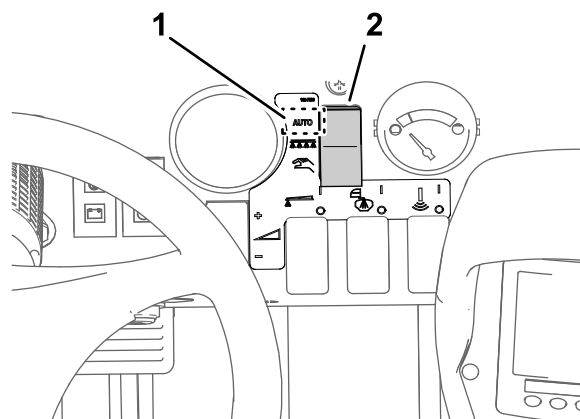

Figura 40
3. Impostate il pulsante della modalità di irrorazione sulla modalità tasso di applicazione (Figura 40).